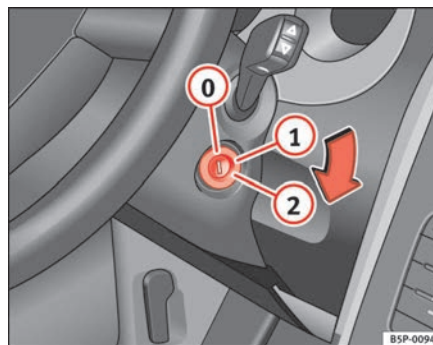

Abb. 136 Stellungen des Zündschlüssels
In dieser Stellung ⇒ Abb. 136 sind die Zündung und der Motor ausgeschaltet und die Lenkung kann gesperrt werden.
- Drehen Sie den Zündschlüssel in Stellung ⇒ Seite 173, Abb. 136 . Beim Vorglühen des Motors leuchtet die Kontrollleuchte  auf.
- Drehen Sie den Zündschlüssel in Stellung ⇒ Seite 173, Abb. 136 .